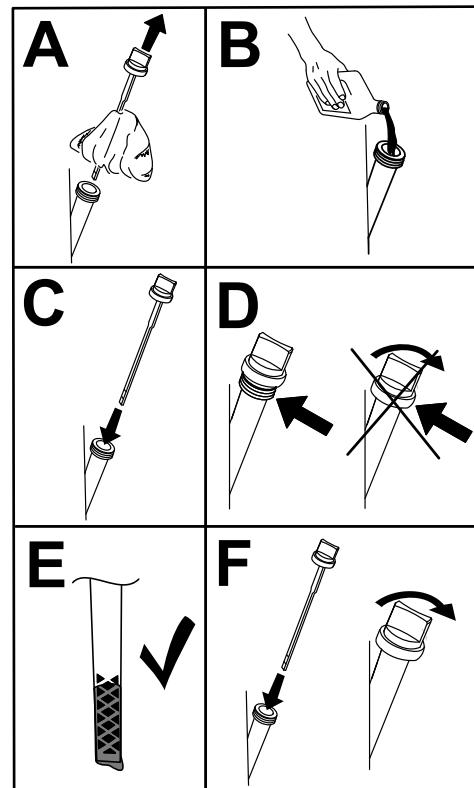

Figure 19
5. Versez lentement environ 80 % de l'huile spécifiée dans le tube de remplissage, puis faites l'appoint lentement pour faire monter le niveau jusqu'au repère maximum (**Full**) (Figure 19).